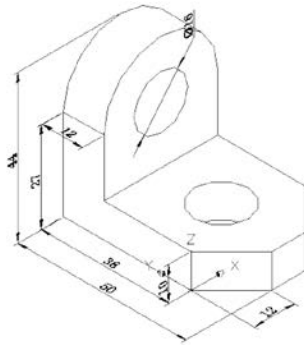

图 11.111 线性标注
(16) 在【功能区】选项板中选择【注释】选项卡, 在【标注】面板中单击【线性】按钮 , 标注倒角的宽, 如图 11.111 所示。